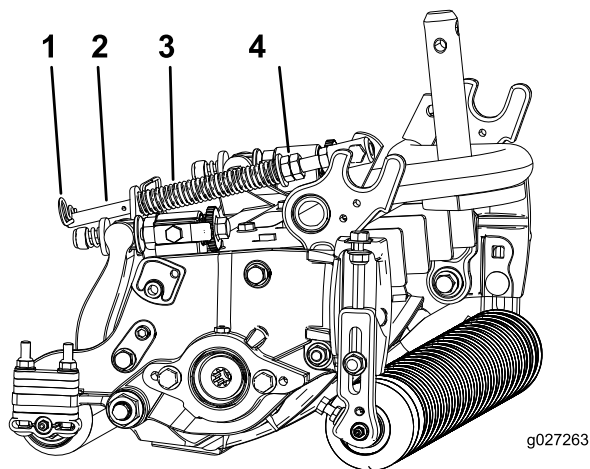

Bild 19
1. Stellen Sie sicher, dass der Lastösenbolzen in das hintere Loch in der Federstange eingesetzt ist (Bild 19).
2. Ziehen Sie die Sechskantmuttern vorne an der Federstange an, bis die komprimierte Länge der Feder 15,9 cm beträgt (Bild 19).